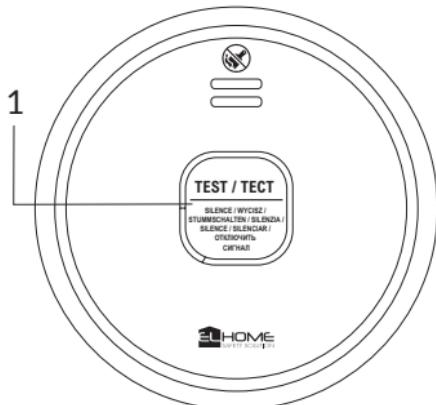

Fig. 5
6.3. Testez l'appareil – Appuyez sur le bouton situé sur le boîtier (fig. 5, position 1) pendant environ 3 secondes. Après avoir entendu l'alarme sonore intermittente, relâchez le bouton. Une série de sons intermittents confirme le bon fonctionnement de l'appareil.